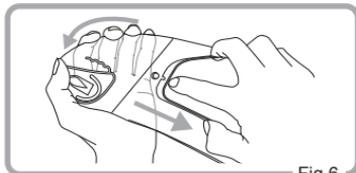

Fig.6
2. Retire a Lente Original Pinlock® dos parafusos excêntricos dobrando a viseira. (Fig.6)